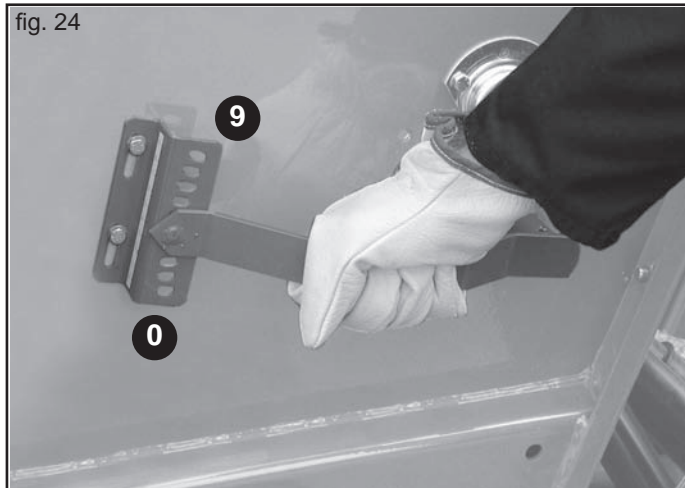

fig. 24
La leva di regolazione dei tastatori (Fig. 24) è posizionata sul lato sinistro della macchina e agisce su una scala graduata da 0 a 9 posizioni. In relazione al tipo di seme utilizzato, è necessario posizionare la leva in base al numero rilevato dalla tabella di semina. I tastatori (I, Fig. 23) correttamente posizionati assicurano una distribuzione fluida e costante dei semi.
Per ottenere una distribuzione ottimale del seme verificare periodicamente la posizione dei tastatori (I): con la leva (Fig. 24) in posizione 1, con il dado (M), regolare la distanza tra il tastatore e il rullo distributore (H) a $0,5 \div 1$ mm (Fig. 23).